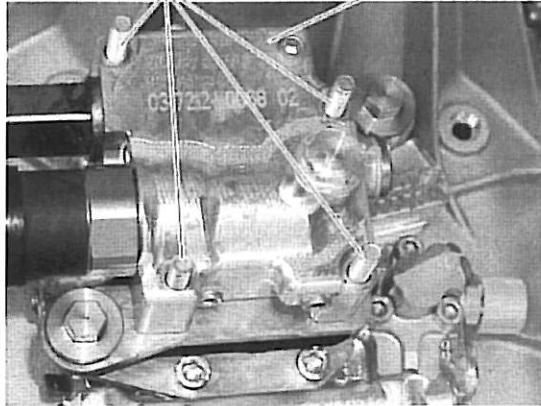

Bild 20
13. Die Constant Speed Unit (CSU), geführt durch die Gewindebolzen, auf den Vibration-Isolator (item 2) montieren. Siehe Bild 20.